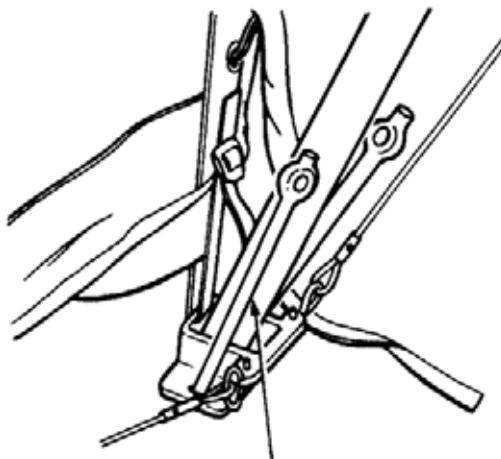

Figure 12 Enfoncement des piquets
1. Fixer l'armature au sol. Enfoncer les piquets en acier (deux par pied), en travaillant à l'extérieur de la tente, pour que les piquets soient inclinés vers l'intérieur (pour empêcher le soulèvement de l'armature tel qu'illustré à la figure 12).